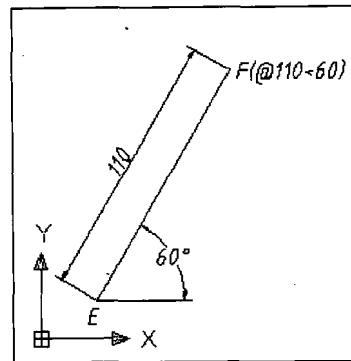

图 1-14 相对极坐标
② 相对极坐标 相对极坐标是指通过某点与前一点之间的距离，以及两点之间连线与 X 轴正向的夹角来定位该点位置。其输入格式为 “@ 距离 < 角度”。如图 1-14 所示，